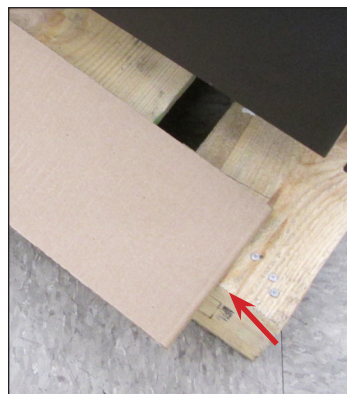

Fig. 3a. Utilisez du carton pour empêcher que la palette ne raye l'appareil.
3. Placez du carton sur le bord de la palette avec la poignée, puis placez du carton sur le sol pour amortir le dessus de l'appareil. Voir 4b. Voir fig. 3a et 3b.